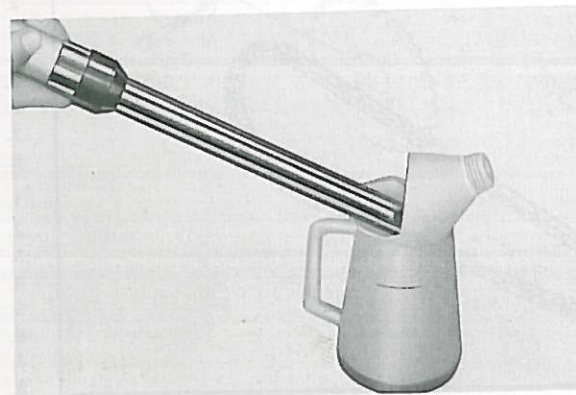

Fig. 5-6-2
2. Remove the caps and drain the oil from both fork tubes. (Fig. 5-6-2)
2. Enlever les bouchons, et faire couler l'huile des deux bras de fourche. (Fig. 5-6-2)
2. Verschlusskappen abnehmen und Öl aus beiden Gabelrohren ablassen. (Fig. 5-6-2)